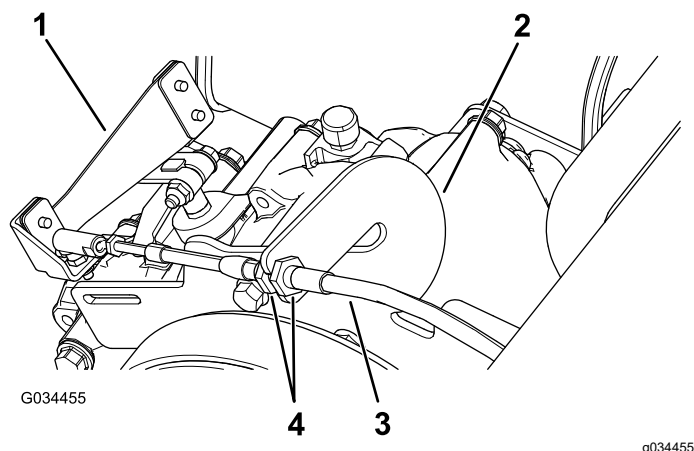

Figure 59
1. Desserrez les écrous de blocage sur le câble de sélection et ajustez-les selon les besoins (Figure 59).
2. Vérifiez la position de l'inverseur de marche en tournant le sélecteur aux 3 positions différentes et vérifiez que le levier (Figure 59) passe correctement à chaque position; voir Levier et indicateur d'inverseur de marche \(page 13\).